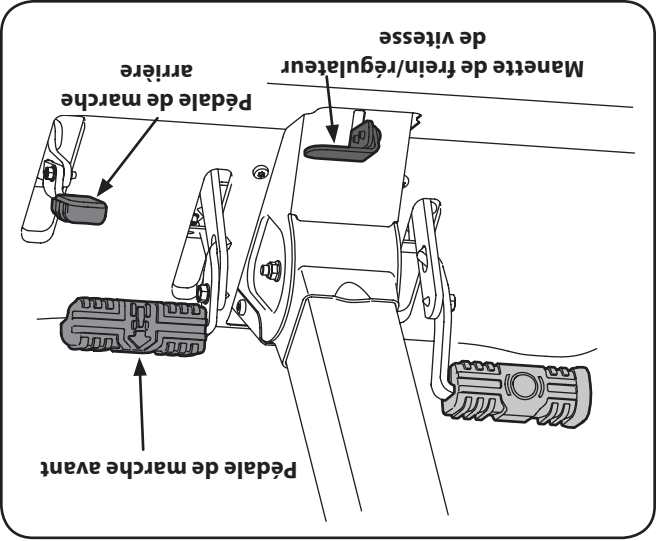

Figure 5-2
6. Pour vous déplacer en MARCHÉ ARRIÈRE, assurez-vous qu'il n'y a pas d'obstruction derrière vous, puis appuyez lentement sur la pédale d'accélérateur avec la plante de votre pied (et pas votre talon) jusqu'à l'obtention de la vitesse désirée. Voir la Figure 5-2.